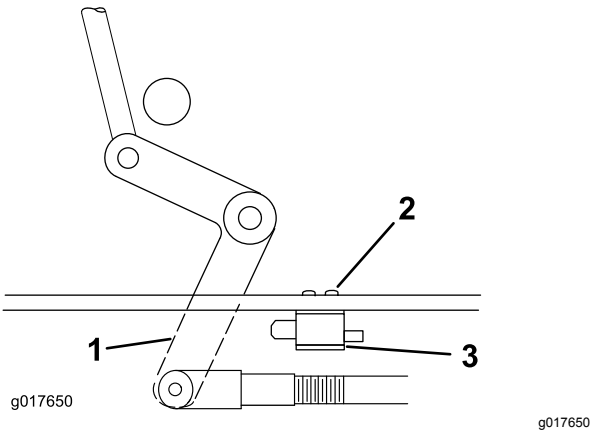

Figure 44
4. Au besoin, réglez le contacteur de sécurité de la PDF en desserrant les boulons de fixation du support du contacteur (Figure 44).
Important: Le levier coudé ne doit pas toucher le corps du contacteur, car celui-ci pourrait être endommagé (Figure 44).